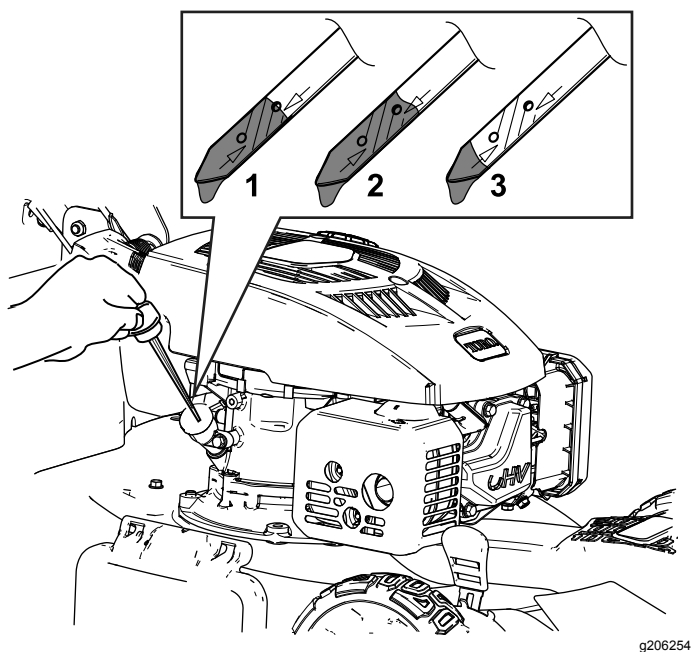

Figure 7
2. Tournez le bouchon dans le sens antihoraire et sortez la jauge (Figure 7).
7. Vérifiez le niveau d'huile indiqué par la jauge (Figure 7).